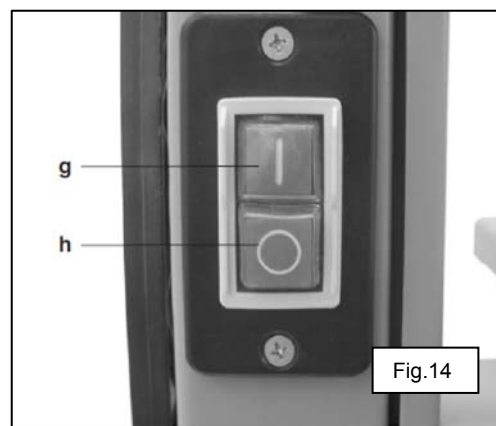

Fig.14
- Stringete il dado (42) in modo da fissare la vite esagonale (41).
7. INCLINAZIONE DEL PIANO DI LAVORO (Fig.14):
- Avvio = premete il pulsante verde **(g) Fig.14**.
- Arresto = premete il pulsante rosso **(h) Fig.14** della segatrice a nastro.